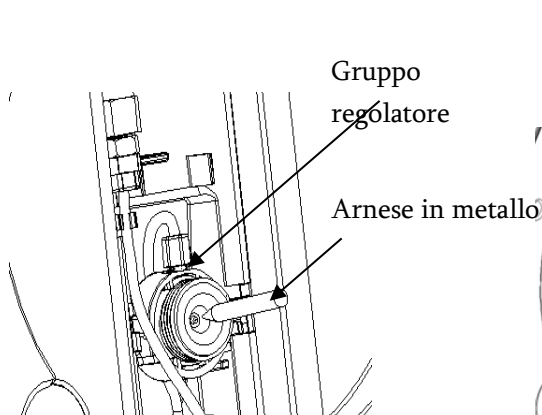

Figura 31
1. In primo luogo, estrarre la rondella di tenuta con un piccolo arnese in metallo (come figura 31), ed estrarre la cartuccia forata. Fare attenzione a non danneggiare altre parti del regolatore.